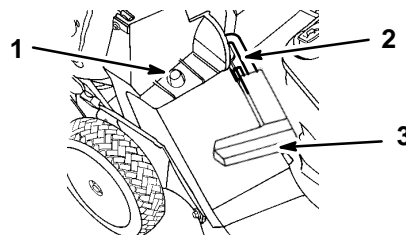

Abbildung 12
2. Darauf achten, daß der Griff der Auswurfkanaltür ganz vorne steht und der Stift in der Sperre sitzt (Abb. 12).
3. MONTAGE DES KORBS — Das Loch im Korbrahmen auf den Haltepfosten am Auswurfkanal schieben (Abb. 12). Die Hinterseite des Korbrahmens auf die Haltestange setzen.
5. LEEREN DES KORBS — Motor abstellen und warten, bis alle Teile stillstehen. Den Griff der Auswurfkanaltür anheben und nach vorne bewegen, um den Verriegelungsstift in der Sperre einzurasten (Abb. 12). Die Griffe vorne und hinten am Korb greifen und den Korb vom Rasenmäher herunterheben. Den Korb langsam nach vorne kippen, um die Grasreste herauszuschütten.